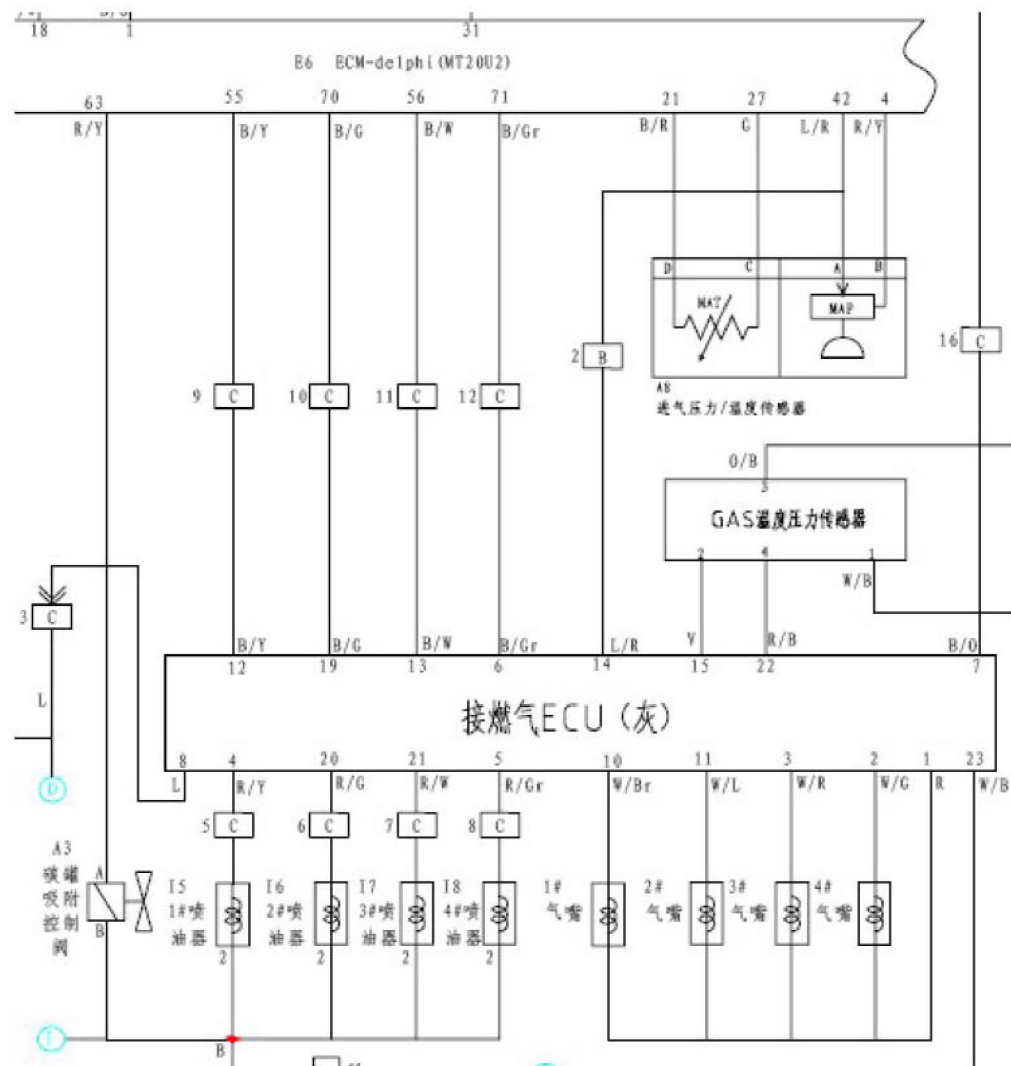

图 2
- 1). 比亚迪双燃料车喷油嘴控制线路与单燃料不一样, 因喷油嘴受燃气控制器内部喷油仿真器模块控制, 所以喷油嘴线路要经过燃气控制器, 因此燃气控制器故障可能会引起发动机无法起动、使用燃油时发动机抖动、单缸或多缸失火等问题; 电路原理图如图 2;